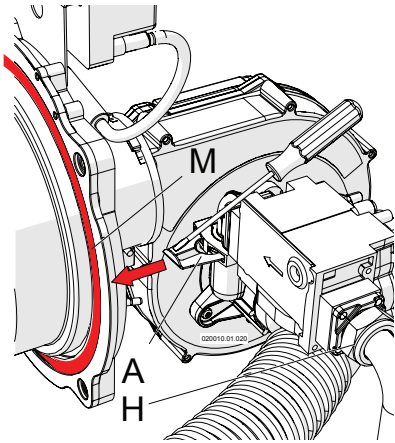
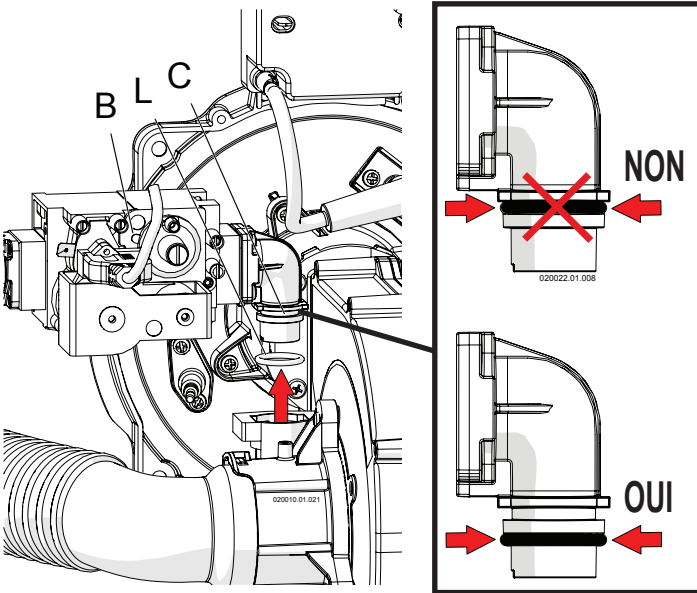

Figure 14-2 - Démontage du bloc gaz
Figure 14-3 - Levage du bloc gaz
- 4 - Dévisser le raccord « H » de la figure 14-2 ;
- 5 - À l'aide d'un tournevis, retirer la fourche « A » de la figure 14-2 ;
- 6 - Retirer le bloc gaz avec le raccord « C » comme sur la figure 14-3 (en faisant attention à l'Oring « L » figure 14-3) ;
- 8 - Réinstaller le bloc gaz en faisant attention à la bonne position de l'Oring « L » de figure 14-3 et au joint du raccord « H » de la figure 14-2 ;
- 10 - Visser le raccord « H » de la figure 14-2 ;
- 12 - Vérifier qu'il n'y ait pas de fuites au niveau du raccord « H » de la figure 14-2 ;